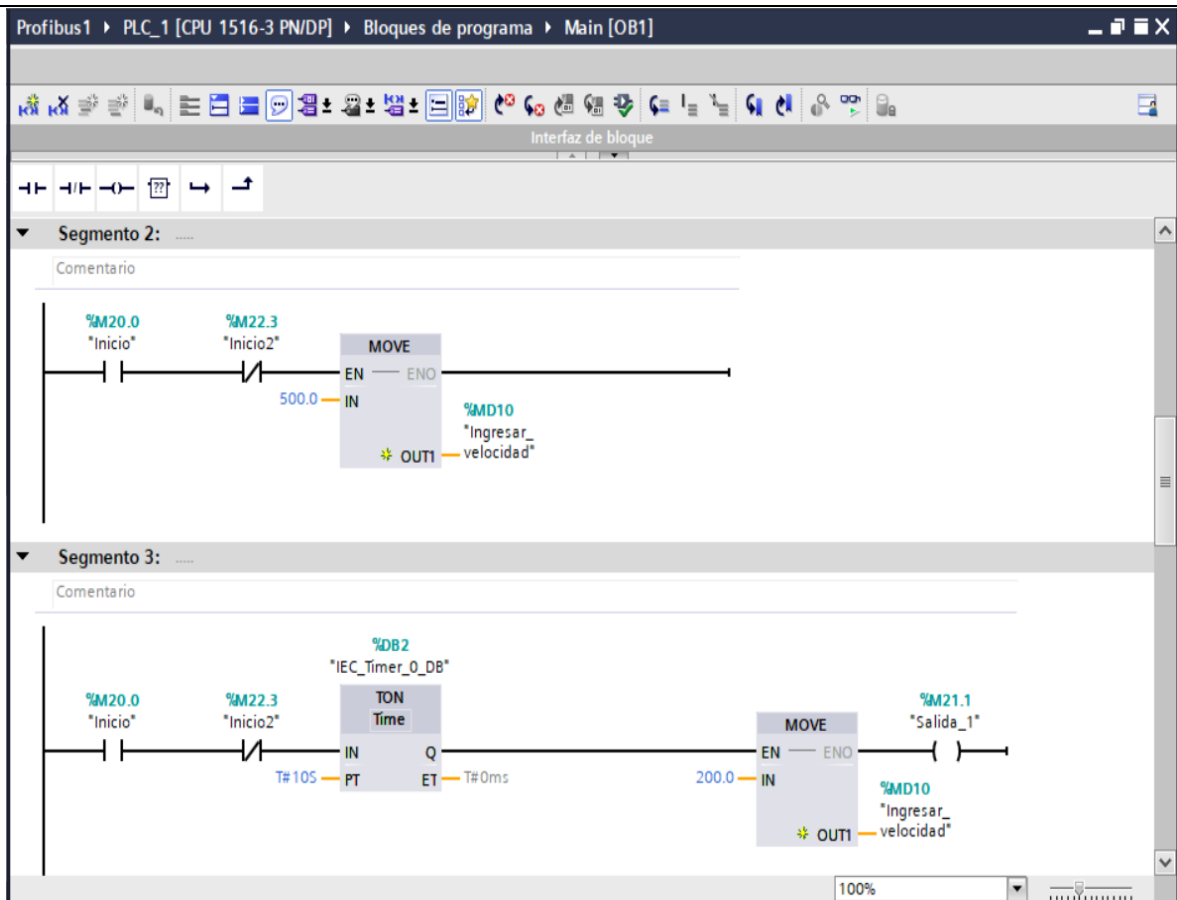

Figura 25. Segmento 2 y Segmento 3.
- En el segmento 3 se agrega un temporizador “TON” y un bloque “MOVE” para la reducción de velocidad después de 10 segundos antes de llegar a la primera etapa de mecanizado. (ver Figura 25).